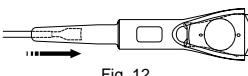

Fig. 12
6. Feche as garras da pinça de carregamento da ICL ou TICL e insira-as no cilindro pela frente do cartucho. (Fig. 12)